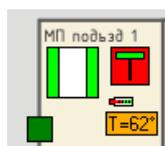

Рисунок 25
4) Расположить значек БИУ-Л на соответствующем месте на карте лифтов, например в машинном помещении (рисунок 25).